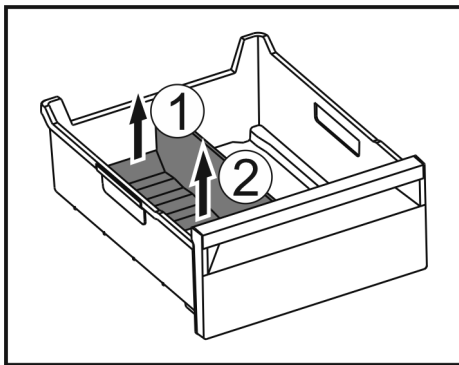

Fig. 170
- Emelje meg a jégrekesz-elválasztó hátsó részét. Fig. 170 (1)
- Vegye ki a jégrekesz-elválasztót felfelé. Fig. 170 (2)